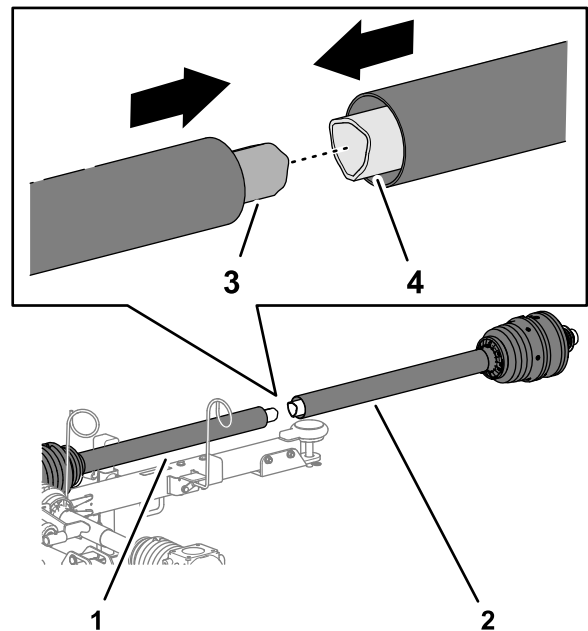

Bild 8
- Den Innenschlauch der hinteren Zapfwellenhälfte mit dem Außenschlauch der vorderen Zapfwellenhälfte ausrichten und beide Schläuche zusammenschieben (Bild 8).